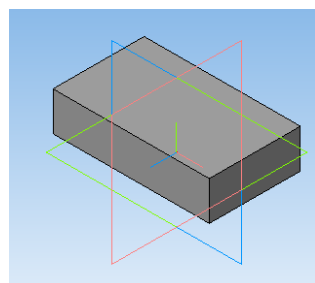

Рисунок 13.16 – Применение команды выдавливание к Прямоугольнику
3. Начертите прямоугольник по центру и вершине: высота – 35мм, ширина – 60 мм. Выдавите его на 15 мм (рисунок 13.16).